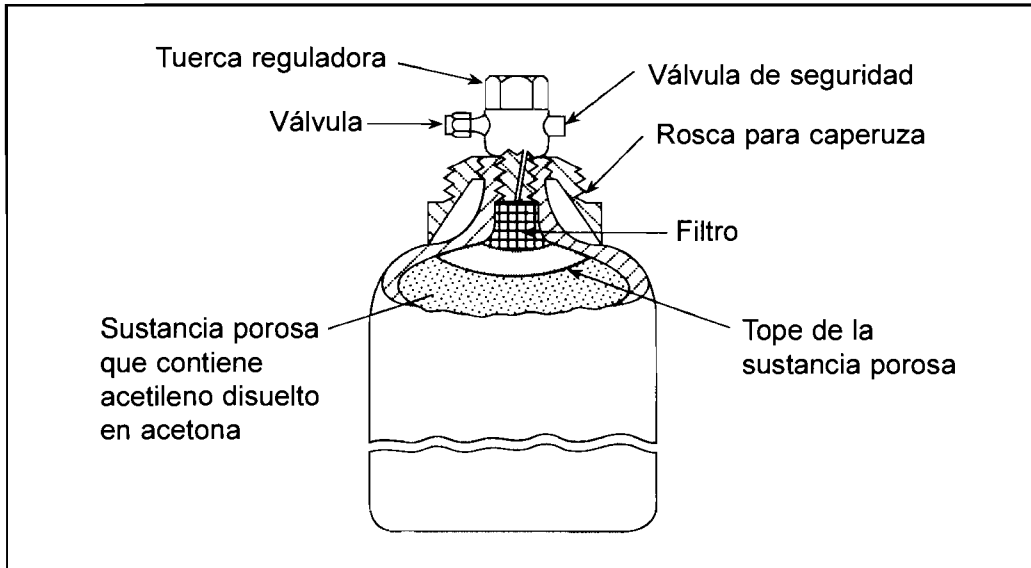

FIGURA 7.7: CILINDRO DE ACETILENO
- * El acetileno es un gas explosivo si su contenido en aire está comprendido entre el 2 y 82%. También explota si se comprime solo, sin disolver en otra sustancia, por lo que para almacenarlo se disuelve en acetona y se almacena en cilindros rellenos de una sustancia porosa (ver figura 7.7). La presión de los cilindros es de 15 Kg/cm².